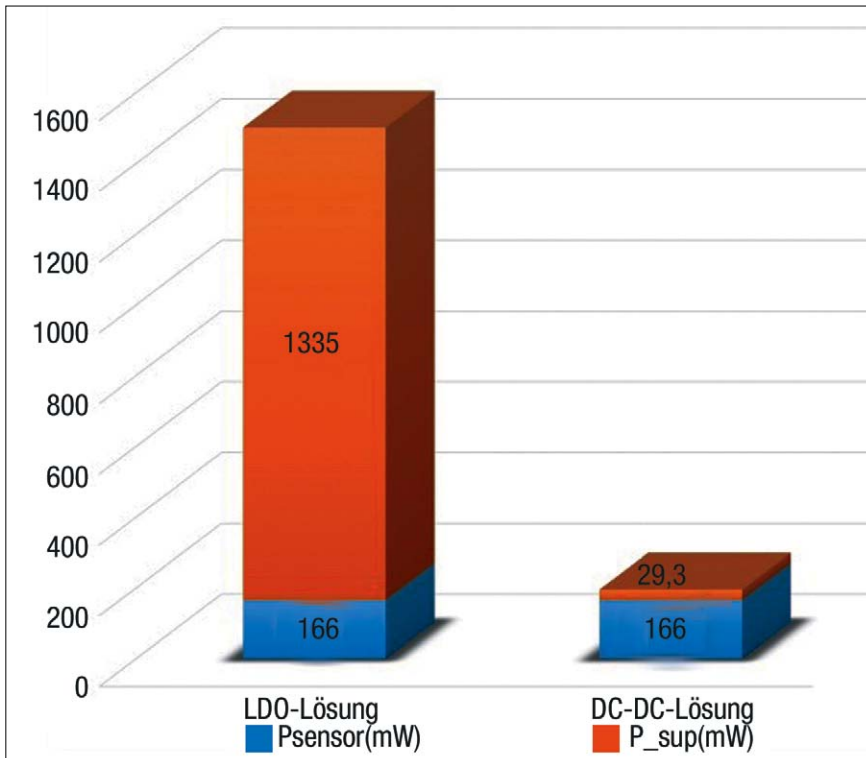

Bild 5. Verlustleistungsdifferenz zwischen einer Stromversorgung mit Linearregler- und einer Stromversorgung mit DC-DC-Schaltregler. (Bild: Maxim)
**Bild 5** veranschaulicht die Differenz der Verlustleistung  $P_{\text{sup}}$  zwischen beiden Varianten und zeigt das Verhältnis der vom Sensor benötigten Lastleistung  $P_{\text{sensor}}$  und Verlustleistung. Die DC-DC-Lösung bietet ganz offensichtlich eine erheblich geringere Verlustleistung als die Linearregler-Lösung. Die nächste Herausforderung ist die Integration dieser Stromversorgungslösung auf engstem Raum. Im vorliegenden Beispiel betragen die Außenabmessungen des kubischen Abstandssensors  $24,5 \text{ mm} \times 55 \text{ mm}$ . Wenn man den Platz für die LED, den Stecker und andere Mechaniken zuweist, bleibt noch eine Platinenfläche von etwa  $600 \text{ mm}^2$  ( $15 \text{ mm} \times 40 \text{ mm}$ ) für die gesamte Elektronik. Ein Standard-DC-DC-Wandler, der eine externe Spule verwendet, würde etwa  $10 \text{ mm} \times 15 \text{ mm}$  ( $150 \text{ mm}^2$ ) pro Ausgangsspannung beanspruchen. Bei drei Spannungen würde dementsprechend  $450 \text{ mm}^2$  oder 75 Prozent der verfügbaren Platinenfläche benötigt. Damit bleibt zu wenig Platz für andere Elektronik.
Für den Fall, dass kein sicherer nichtleitender Gegenstand zur Hand ist, ist es eine gute Alternative, ein provisorisches Hörrohr aus einem Blatt Papier zu formen. Zu einem Konus zusammengerollt kann dessen Ende mit der kleinen Öffnung auf die verdächtigen Komponenten ausgerichtet werden, um die Quelle des Störgeräusches zu ermitteln. Keramische Kondensatoren, die einem großen  $dv/dt$ -Hub ausgesetzt sind, erweisen sich oft als akustisch aktive Störquellen. Sie sind meist in Klemm- und Snubber-Schaltungen zu finden, und daneben auch in den Ausgangsstufen. Um sie als Störquelle zu identifizieren oder auszuschließen, können versuchsweise Kondensatoren mit alternativem Dielektrikum, wie Metallfilm-Ausführungen, getestet werden. Ebenfalls möglich ist eine Erhöhung des Serienwiderstandes (Bild 5). Sollte sich dabei das hörbare Geräusch verringern, kann man eine permanente Änderung der Komponente in Betracht ziehen. Weiter kann sich die Änderung von Klemmschaltungen mit Einsatz von Zenerdioden als hilfreich erweisen. Problematische Kondensatoren in den Ausgangsstufen können gegen solche mit unterschiedlichem Dielektrikum ausgetauscht werden oder durch parallele keramische Kondensatoren mit äquivalentem Wert ersetzt werden, falls die Platzbedingungen dies erlauben.
Bild 5. Der Kondensator in der Snubber-Schaltung lässt sich gegen eine Metallfilm-Ausführung austauschen. Oder man erwägt den Einsatz eines größeren Widerstandes. (Bild: Traco Power)